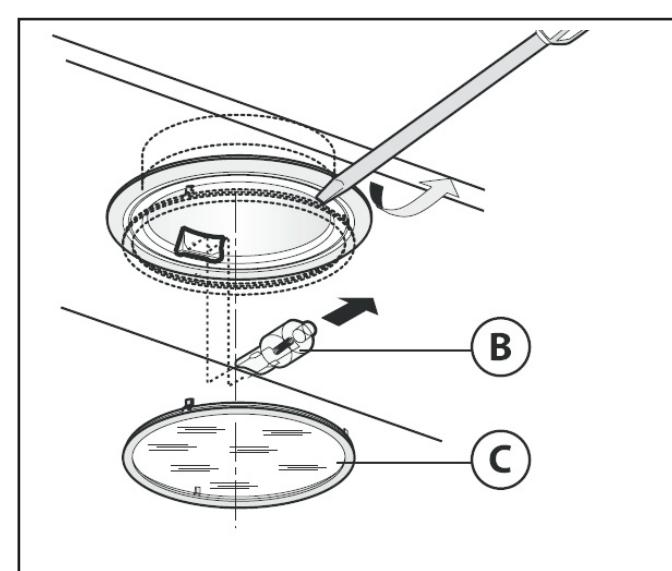

Fig.12
- Para realizar la sustitución de las bombillas (**Fig.12**), extraiga con precaución el anillo de cristal mediante un destornillador. Tire la misma lámpara y sustítuya por unas del mismo tipo y características: **MAX 20W G4 12V**.